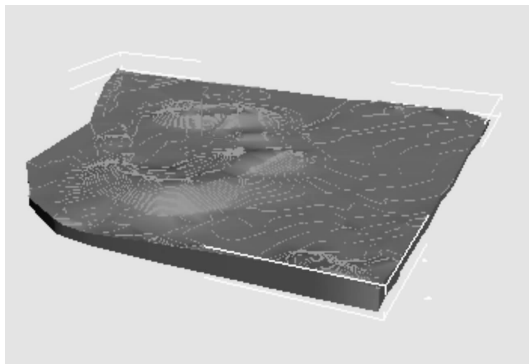

图1 利用等高线创建地形图
(1) 导入AutoCAD中的等高线后对等高线进行处理, 确保每条等高线都闭合;
(2) 依据各等高线的高程信息, 将各等高线移到相应的高度;
(3) 选择底部的等高线, 在“创建”面板的“几何体”中, 点击“标准基本体”列表中的“复合对象”。
(4) 利用“地形”卷展栏中的“拾取操作对象”依次拾取各条等高线, 即可创建出地形(见图1)。
(5) 最后根据实际需要, 选择地形的外形。外形可分为分级实体、分层实体及分级曲面。